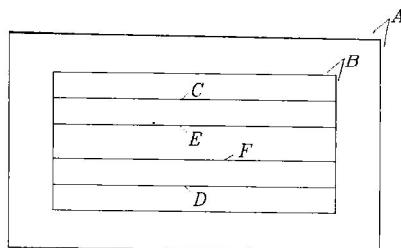

图1-2
1. 打开附盘文件 “\dwg\第 01 章\1-2.dwg”，如图 1-2 所示。